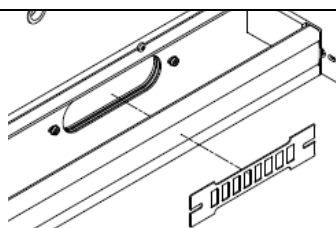

Figure 43
7. Il est possible d'installer une grille de sécurité supplémentaire sur l'écoulement des haricots. Pour cela, desserrez les deux vis M5 situées aux extrémités du trou et insérez les extrémités de la grille à l'aide d'une fourche dans une vis jusqu'à la butée, puis retirez-la vers l'autre vis. (Fig. 43).